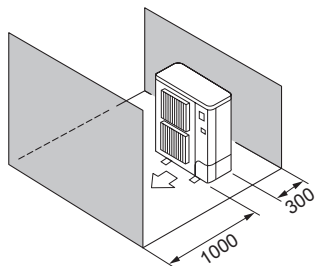

Fig. 2-10
- ⑤ Csak elől és hátul vannak akadályok (Fig. 2-10)